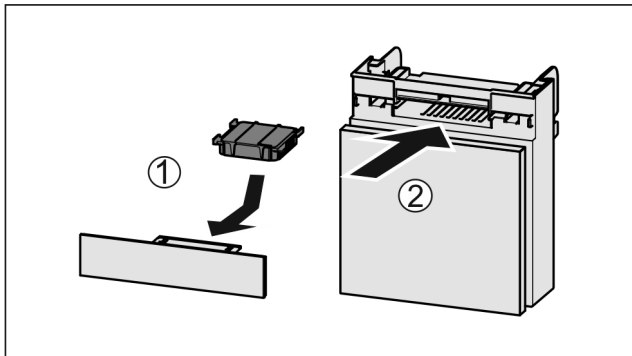

Fig. 35
- ▶ Aktivkohlefilter nach Abbildung einsetzen Fig. 35 (1).
- ▶ Fach einschieben Fig. 35 (2).